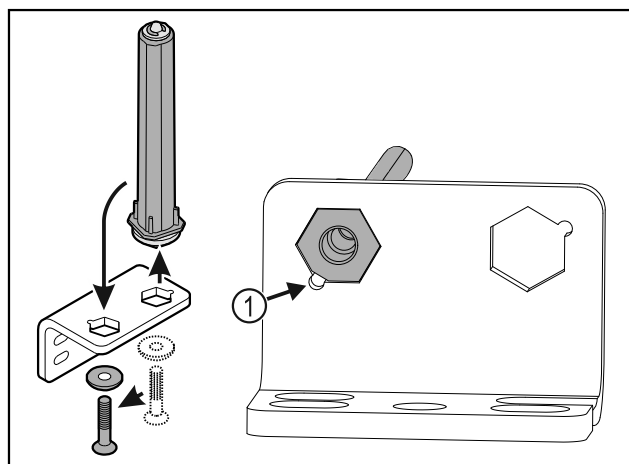

Fig. 19
- ▶ Pass på at den skrå kanten på bolten Fig. 19 (1) peker mot det runde hullet under innsetningen.